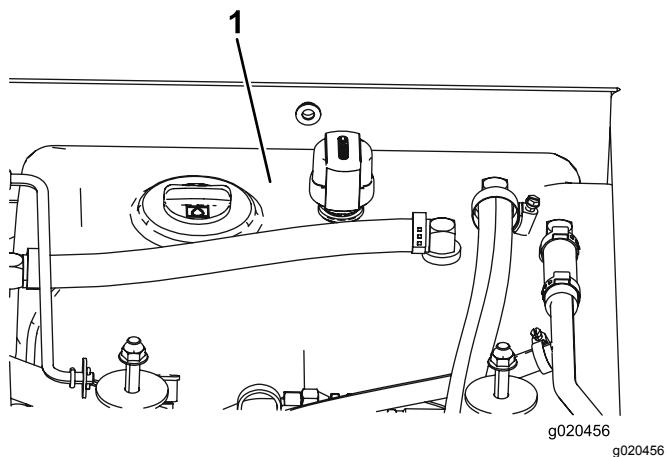

Bild 117
4. Füllen Sie den Hydraulikbehälter (Bild 117) mit Hydrauliköl, siehe Warten der Hydraulikanlage \(Seite 81\).